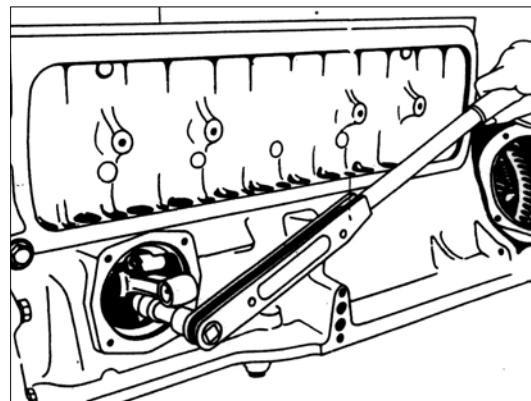

РИС. 126
2) Установите шатун с подшипниками и крышкой на эксцентрик распределительного вала. Убедитесь, что выступы на наружных кольцах подшипника скольжения находятся на верхней стороне. Затяните болты шатуна до момента 1,5 – 1,7 кг·м (рис. 126).